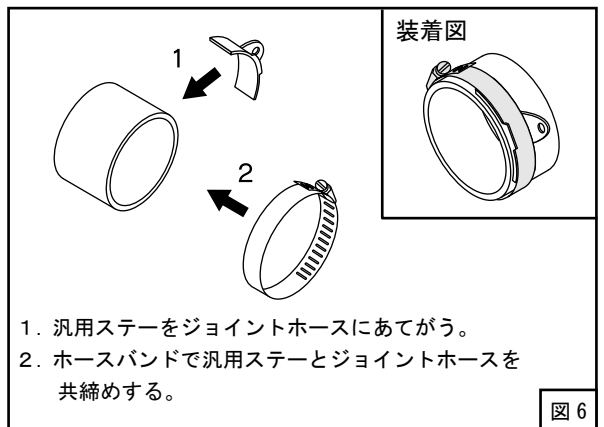

図 7
- (4) パワーフロー本体がボディなどと干渉しないように位置を決めてください。位置が決まったら、ホースバンド・ボルトを固定してください。この時ホースバンド・ボルトを締めすぎないようにしてください。(図7)